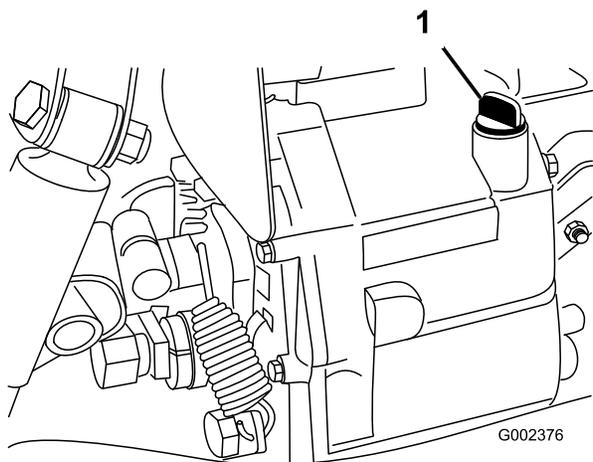

図 68
4. ディップスティック取り付け部の周辺をきれいにぬぐう(図 68)。